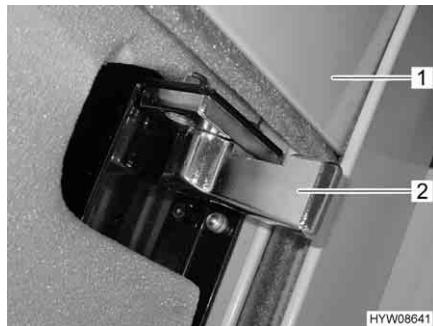
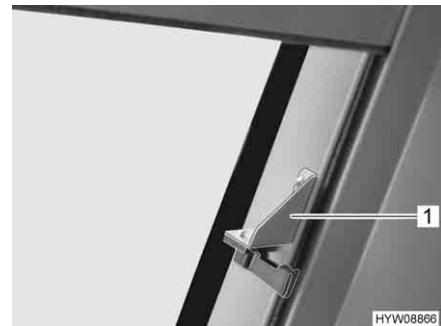
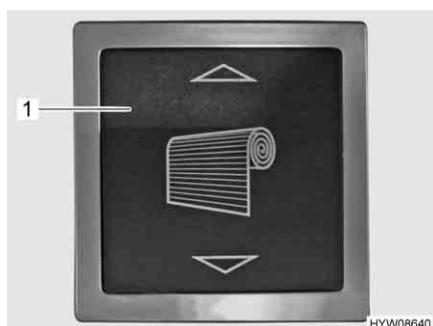
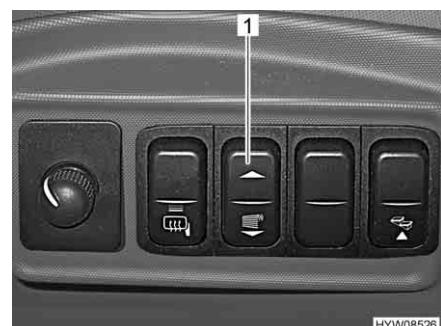

Fig. 56 Chiusura di sicurezza (oscurante a rullo)
Fig. 57 Chiusura di sicurezza aggiuntiva (oscurante a rullo)
Fig. 58 Pulsante basculante per oscurante a rullo (vano abitabile)
Fig. 59 Pulsante basculante per oscurante a rullo (cruscotto)
- Sui entrambi i lati, ruotare spingendo in avanti le chiusure di sicurezza (Fig. 56,2 o Fig. 57,1).
- Premere e tenere premuto il pulsante basculante (Fig. 58,1 o Fig. 59,1), finché l'oscurante a rullo (Fig. 56,1) ha raggiunto la posizione desiderata.
- Premere e tenere premuto il pulsante basculante (Fig. 58,1 o Fig. 59,1) finché l'oscurante a rullo (Fig. 56,1) ha raggiunto la posizione più alta.
- Su entrambi i lati, ruotare spingendo all'indietro la chiusura di sicurezza (Fig. 56,2 o Fig. 57,1).